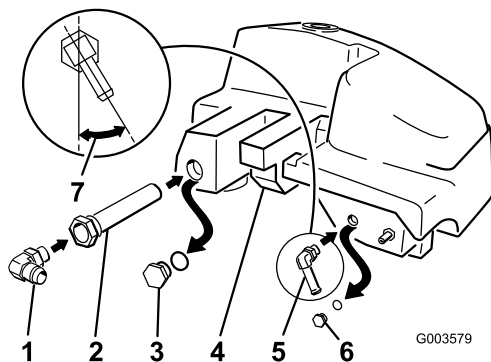

図 8
4. 小さい方のプラグを取り外した後に、バープ付き90度エルボを取り付ける（図 8）。